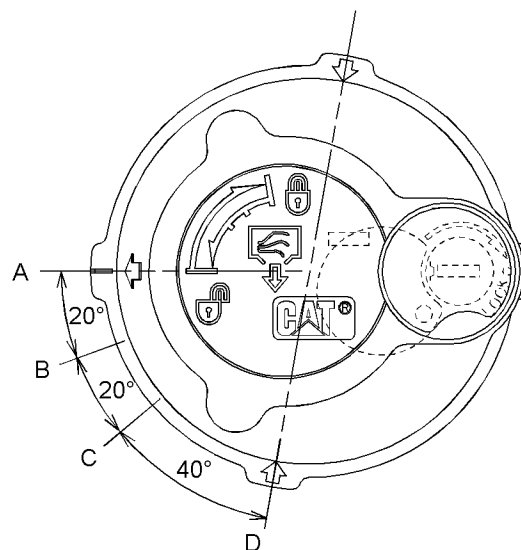

Fig. 422
5. Aflast det tryk, der kan findes i returhydraulikkredsløbet, ved hjælp af følgende procedure. Se fig. 422 for at få vist påfyldningsdækslets positioner.
- Drej påfyldningsdækslet i retning mod uret, uden at trykke ned på dækslet, og flyt pilen fra stilling (A) til stilling (B).
- Aflast trykket i mindst 45 sekunder ved at flytte pilen fra position (B) til position (C).
- Tryk ned på midten af påfyldningsdækslet. Flyt pilen fra stilling (C) til stilling (D) uden at vippe påfyldningsdækslet.